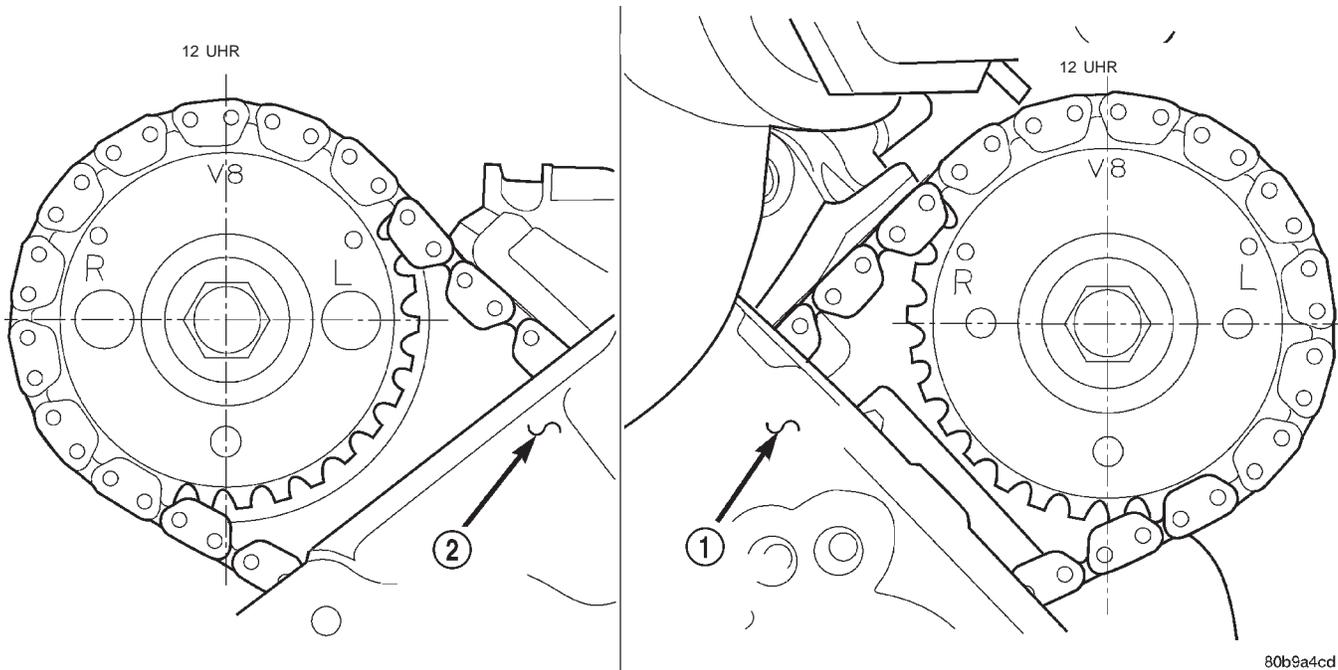

Abb. 89 Steuerkette mit dem Nockenwellenrad ausrichten
- (5) Lagerdeckelschrauben mit einem Anzugsmoment von 11 N·m (100 in. lbs.) festziehen.
- (6) Antriebszahnrad der Nockenwelle in die Steuerkette einsetzen und dabei die "V8"-Markierung zwischen den gekennzeichneten Kettengliedern (beim Ausbau markiert) ausrichten (Abb. 89).